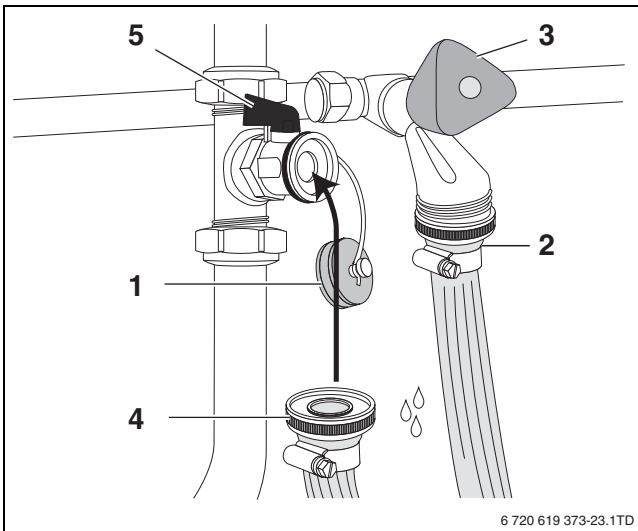

Bild 57 Anlage befüllen
- Kappe abschrauben (→ Bild 57, [1]).
- Schlauch an den Wasseranschluss anschließen und mit Wasser befüllen (→ Bild 57, [2]). Darauf achten, dass sich keine Luft mehr im Schlauch befindet.
- Wasserhahn schließen (→ Bild 57, [3]).
- Schlauch an den Füll- und Entleerhahn anschließen (→ Bild 57, [4]).
- Füll- und Entleerhahn (→ Bild 57, [5]) öffnen.